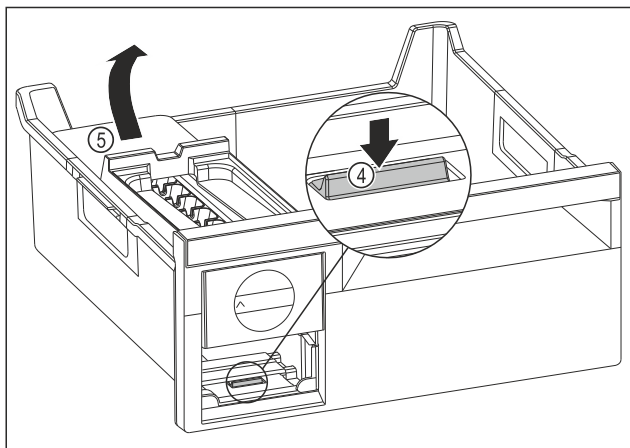

Fig. 89
- ▶ Wyjmowanie korpusu EasyTwist-Ice: Nacisnąć nakładkę Fig. 89 (4) palcem w dół i jednocześnie podnieść korpus EasyTwist-Ice Fig. 89 (5) od tyłu drugą ręką.